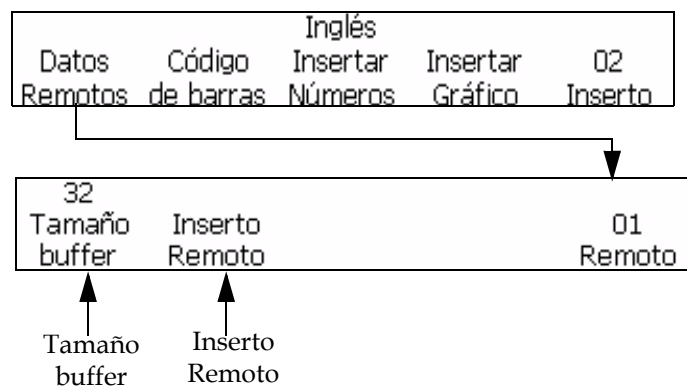

Figura 5-51: Acceso al marco <01 Remoto>
- 1 Comience en el marco <01 Remoto> (01 Edición > 02 Edición - Insertos > 01 Inserto > 02 Inserto - Remoto Datos > 01 Remoto). Consulte la Figura 5-51.